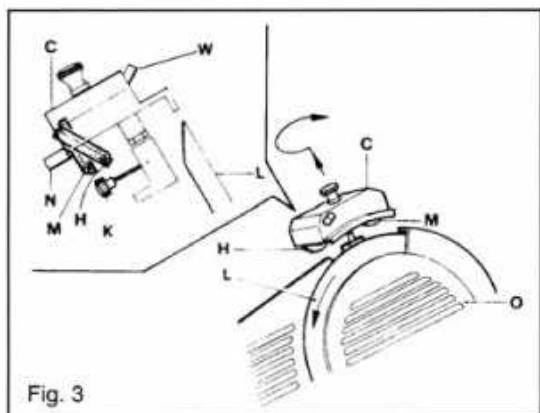

Fig. 3
- a) Assicurarsi che la tensione della rete sia corrispondente a quella indicata sulla targhetta (A) della macchina e collegare sempre la presa a terra.
- b) Appoggiare la merce sul piatto (D) fissandola con l'apposito braccio (E).
- c) Girare la manopola numerata (F) fino ad ottenere lo spessore voluto.
- d) Azionare l'interruttore (G) per far girare la lama (L) ed accertarsi che il senso di rotazione sia sempre antiorario e manovrare a mano il piatto porta merci (D). **Usare sempre il pressatore (E) per il taglio, non usare mai le mani per tenere la merce durante l'operazione, impugnare l'apposita maniglia (T) per la spinta del carrello.**
- a) Disinserire la corrente attraverso l'interruttore (G).
- b) Pulire perfettamente la lama (L) con alcool.
- c) Sollevare il gruppo affilatoio (C), allentando il pomello (K); ruotare lo stesso in senso orario a 180° (Fig. 3). Fissare l'affilatoio stringendo il pomello (K).
- a) Make sure that the voltage shown on the nameplate (A) affixed to the machine is the same as that of your electricity supply and always earth the tap.
- b) Lay the goods on the platform (D) fixing them by the food pusher (E).
- c) Turn the thickness adjusting knob (F) till you get the desired thickness.
- d) Switch on (G=switch) in order to make the blade (L) run and make sure about its anti-clockwise rotation and operate manually the platform (D). **Always use the food pusher (E) when you cut, never use the hands to hold the goods during the cut operation, grasp the apposite handle (T) for the thrust of the trolley.**
- a) Disconnect the appliance by switch (G).
- b) Clean perfectly the blade (L) using alcohol.
- c) Pull on the sharpener group (C), loosening (K) knob; turn it clockwise to 180° (Fig.3). Fix the sharpener tightening the knob (K).
- a) Comprobar que la tensión de red se corresponda con la indicada en la tarjeta de identificación de la máquina (A) y comprobar que la instalación eléctrica tenga toma de tierra.
- b) Colocar la mercancía sobre el plato (D), fijándola con el brazo apurador (E).
- c) Girar el pomo graduador numerado (F), hasta obtener el espesor de corte deseado.
- d) Accionar el interruptor (G) para hacer girar la cuchilla (L), el giro de la cuchilla siempre será en sentido antihorario, mover a mano el plato porta mercancías (D). **Usar siempre el brazo apurador (E) para cortar, no usar nunca la mano para sujetar la mercancía durante la operación de corte, empujar el carro con la maneta (T).**
- a) Desconectar la máquina de la corriente a través del interruptor (G).
- b) Lavar y desengrasar perfectamente la cuchilla (L) con alcohol.
- c) Elevar el grupo afilador (C) aflojando el pomo (K), girar el grupo afilador en sentido horario 180° (Fig. 3). Fijar el grupo afilador apretando el pomo (K).